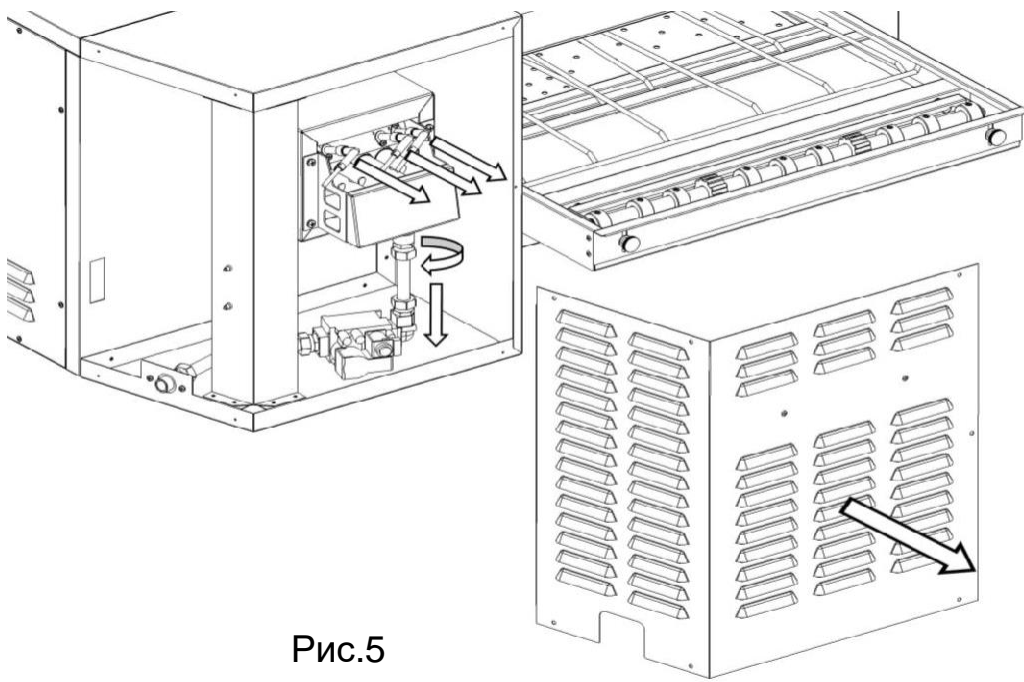

Рис.5
2. Снимите кожух горелки (рис.5).
3. Отсоедините кабели от электродов зажигания и датчика пламени и отсоедините трубу от входа газа, отвинтив патрубок рядом с горелкой (рис.5).